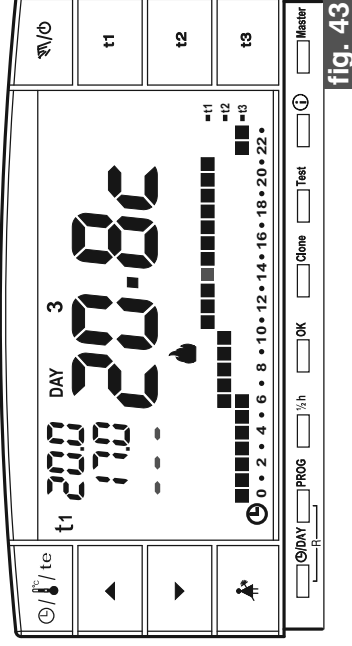

fig. 43
- Impostando la funzione su **OFF** (disattivata) sulla riga della temperatura **t3** compariranno tre trattini (- - -) (fig. 43).